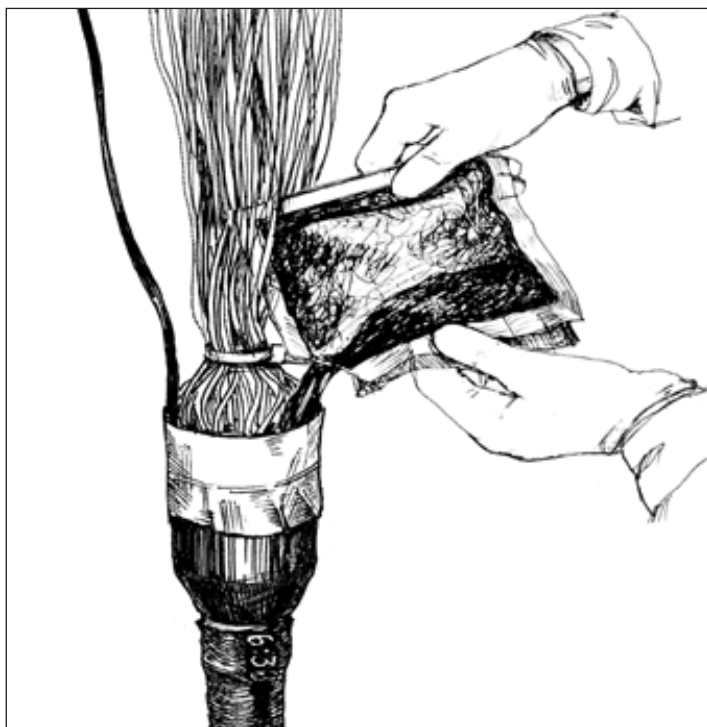

Рис. 3.11 - Заливка герметика в муфту
3.1.14. Надевают защитные перчатки и заливают готовый герметик в муфту, постепенно выдавливая его из полиэтиленового пакета, заполняя ее полностью до края липкой ленты (рис. 3.11).